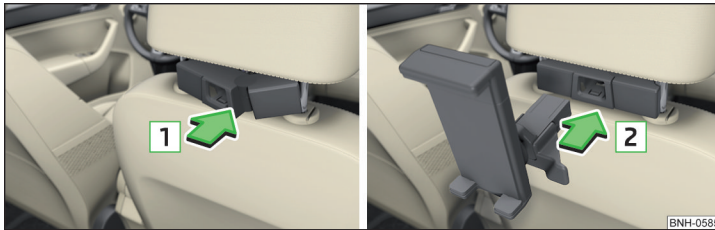

Abb. 96 Einsetzen: Adapter / Halter
- Zum **Einsetzen** den geöffneten Adapter an die Führungsstangen der Kopfstütze vorn ansetzen und in Pfeilrichtung **1** einclippen » Abb. 96 » !